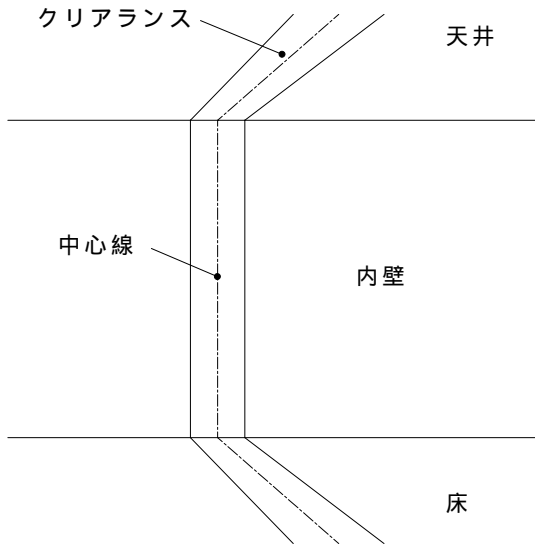
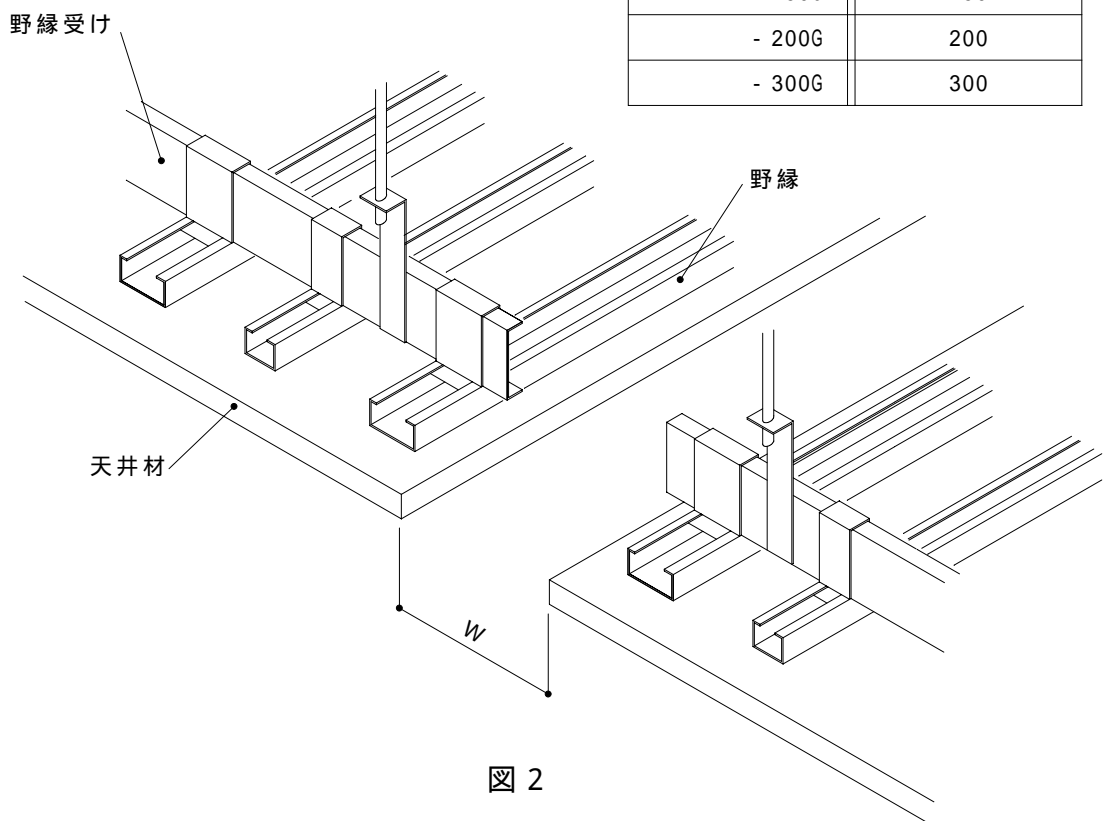

図 1
図 2
- 2 . 天井材のクリアランスは、変位量にあわせて仕上げて下さい。それぞれの規定値よりも狭い場合には変形性能が確保できなくなる場合があります。(表 1 , 図 1 , 図 2)